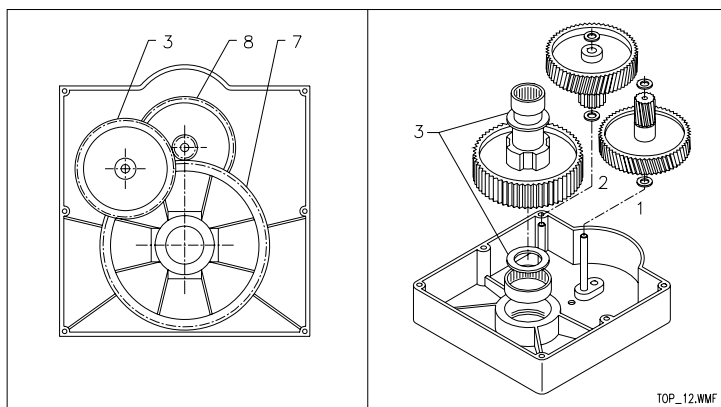

FIG. 13
- 1) Inserire le rondelle spessore nelle posizioni 1-2-3 (FIG. 13).
- 2) Inserire l'ingranaggio a denti elicoidali FIG. 13 rif.8 Z=87 rinforzato, tenendo presente che il pignone va rivolto verso l'alto.
- 3) Inserire sul foro l'albero con ingranaggio a denti diritti FIG. 13 rif.7 Z=54.
- 4) Inserire sull'albero laterale l'ingranaggio a denti elicoidali FIG. 13 rif.3 Z=46, tenendo presente che il pignone a denti diritti va rivolto verso il basso.